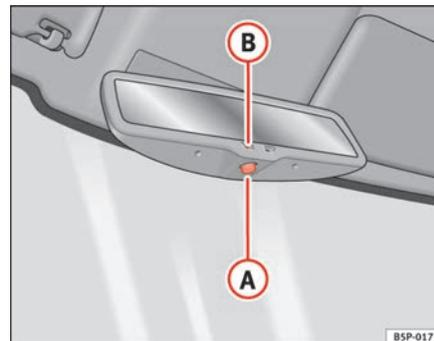

Fig. 89 Espelho interior com ajuste automático para posição de anti-encadeamento.
- Prima a tecla **A** ⇒ fig. 89. A luz avisadora **B** apaga-se.
- Prima a tecla **A** ⇒ fig. 89. A luz avisadora está acesa.